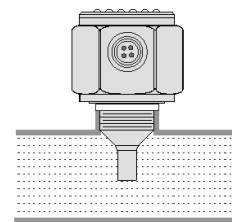

Fig. 2
2. Для надежной работы датчика убедитесь, что в трубе нет пузырьков воздуха (см. рис.2)